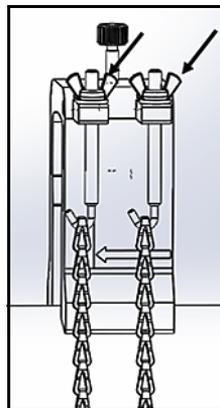

Figure 40 : fixez l'étrier
- Serrez les écrous pour fixer l'étrier sur le tuyau (voir la *Figure 40* ci-dessous).